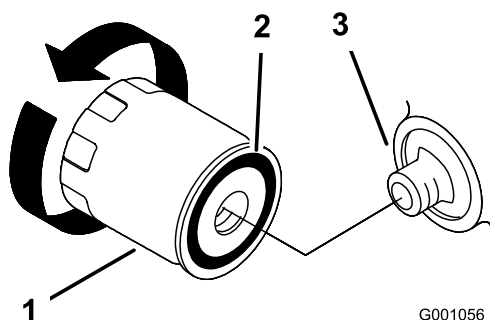

Figura 26
2. Togliete il filtro usato e tergete la superficie della guarnizione dell'adattatore del filtro (Figura 26).
3. Spalmate un velo di olio nuovo sulla guarnizione di gomma del filtro di ricambio (Figura 26).
4. Montate il nuovo filtro dell'olio nell'adattatore, giratelo in senso orario finché la guarnizione di gomma non sfiora l'adattatore, quindi serrate il filtro di altri 2/3 di giro o 1 giro (Figura 26).